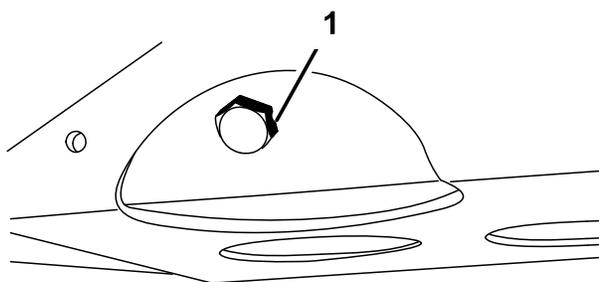

**Рисунок 45**
4. Извлеките масляный фильтр (Рисунок 45).